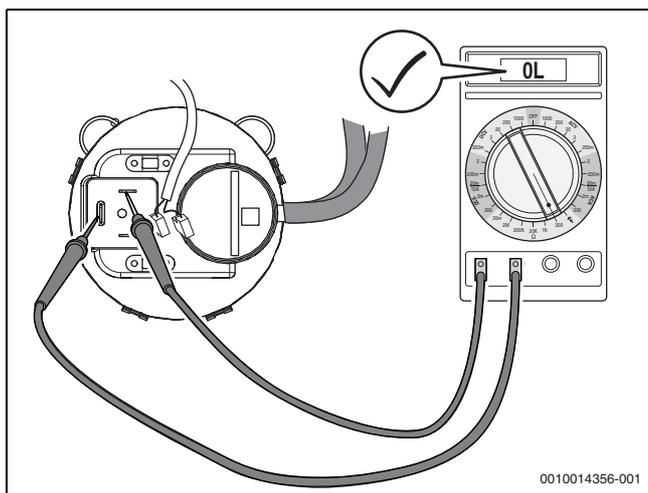

Fig. 74 Controllare il pressostato differenziale per il passaggio (pressostato differenziale funzionante)
- ▶ Estrarre i cavi di collegamenti elettrici sul pressostato differenziale e misurare la resistenza sui contatti (→fig. 74).